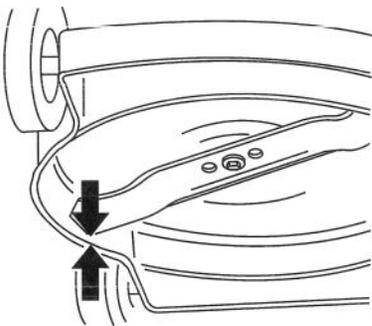

Figure 25
2. Mesurer la distance entre le bord inférieur du carter de la tondeuse et l'extrémité de la lame (Fig. 25). Faire tourner la lame à 180° et mesurer l'autre extrémité.